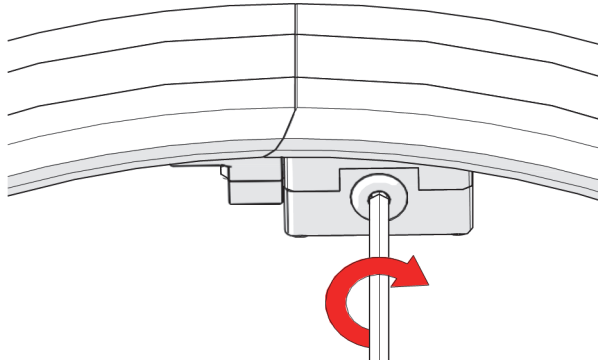

Figura 1-23 Fijación del cierre
- Ajuste completamente el cierre (ver Figura 1-23 en la página 42).